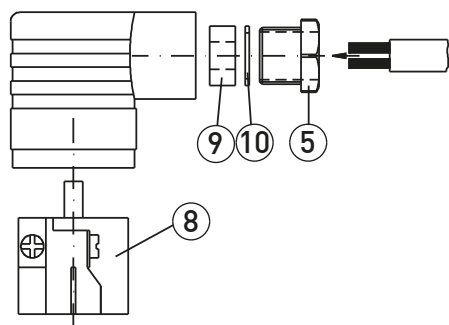

Fig. 4
- ✚ Faites passer le câble de raccordement à travers la presse étoupe ⑤, la bague de serrage ⑩ et l'insert en caoutchouc ⑨ pour l'introduire dans la boîte de raccordement (→ fig. 4).